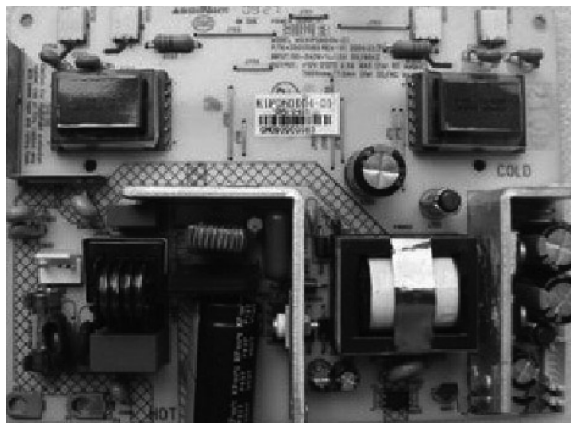

图 3-29 康佳的 KIP060I04 - 01 (34005503 和 34005575) 电源—高压板
① 电源—高压二合一板换板维修时要注意是几灯的，还要注意所接接口是小口还是大口。输出的电压一般是一致，容易忽视的是输出电流，输出的电流应与原机电流一致或稍大，但不能偏小。
② 要注意电源高压板的安装尺寸要基本与原机一致。
③ 代换电源高压板时，若有原品牌的代换板尽量采用原品牌的，若没有原品牌的再考虑采用通用电源高压板进行代换。
④ 不同机型的电源—高压板有时可以互换，例如康佳的 KIP060I04 - 01 (34005503 和 34005575) 电源高压板 (见图 3-29) 则可以互换。该板 34005503 是采用四口，34005575 则是采用二口，但电路板可以通用。